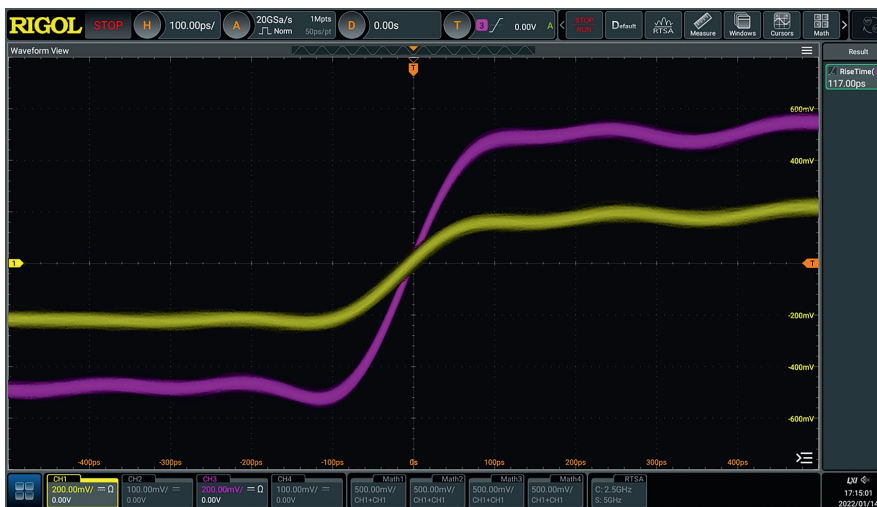

Abbildung 2: Messung der Anstiegszeit: Pink: via HF-Tastkopf, Gelb: via Koaxialkabel. © RIGOL
**Bild 2** zeigt ein erfasstes Datensignal, das über ein nicht optimales HF-Kabel direkt an Kanal 1 (gelb) angeschlossen wurde und im Vergleich dazu die Messung über einen differentiellen HF-Tastkopf PVA8700 von RIGOL (Kanal 3, pink). Mit dem HF-Tastkopf lässt sich die Anstiegszeit sehr viel genauer messen. Die dargestellte Zeit im Speicher kann auch vergrößert werden, aber dann verringert sich die Abtastrate und die Signale sind nicht mehr mit der vollen Bandbreite auflösbar. Eine Möglichkeit, diese Einschränkung zu umgehen, ist die Verwendung der Aufnahme-Funktion (Record). Das Signal wird im Speicher hierzu in verschiedene Rahmen abgelegt und diese Segmente lassen sich dann wieder zusammengefasst abspielen.